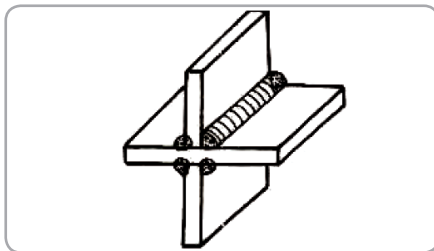

Fig. 15
• **Îmbinări în cruce (fig. 15):**